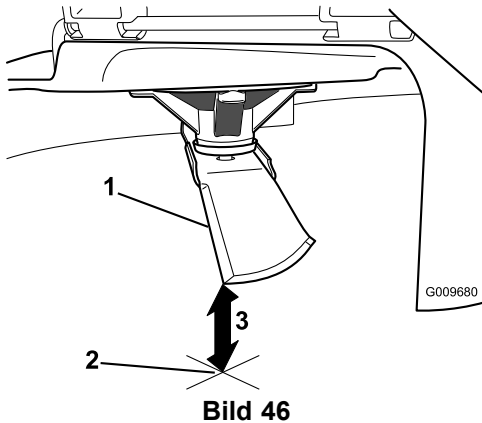

**Bild 45**
3. Zwischen Messer und Oberfläche gemessener Abstand (A)
4. Drehen Sie dasselbe Messer um 180 Grad, sodass die andere Schnittkante jetzt in derselben Stellung ist (Bild 45).